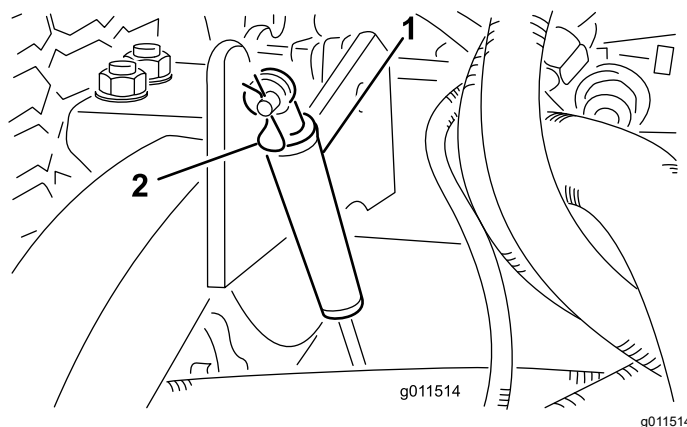

Figura 121
2. Retire el pasador de horquilla que fija los amortiguadores a los brazos de elevación (Figura 121).